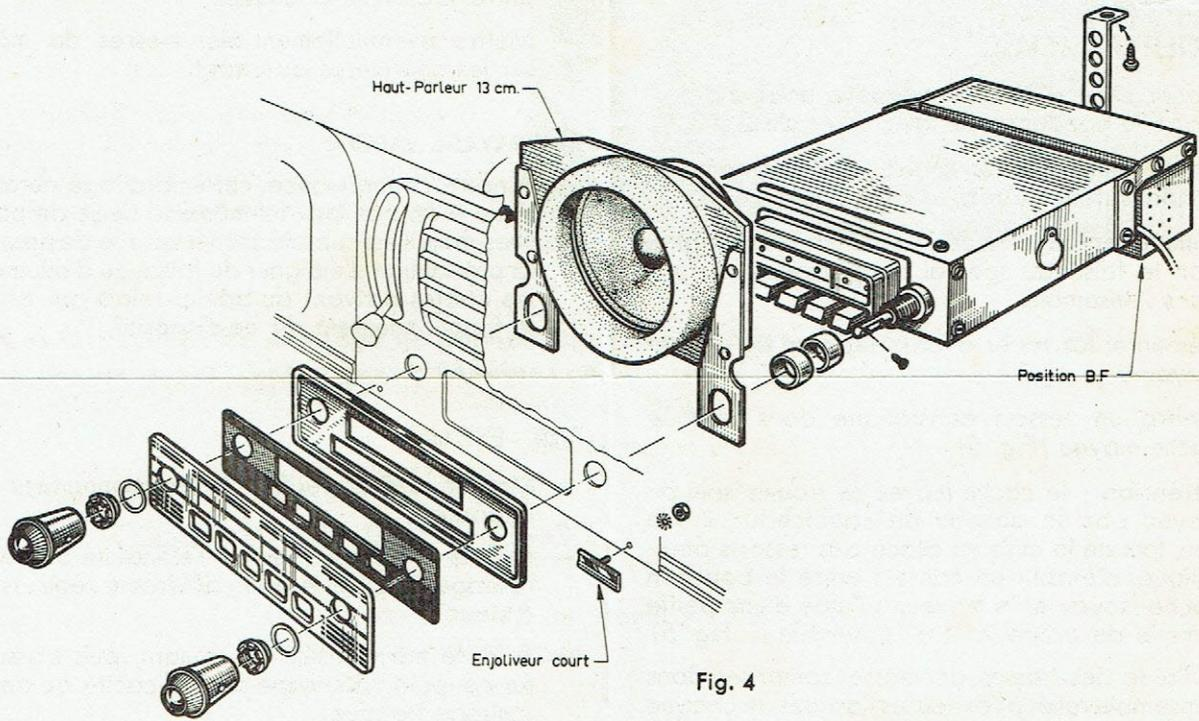

Fig. 4
- Ceux-ci seront placés au centre du tableau de bord à l'emplacement du cendrier précédemment déposé. (voir Fig. 4).